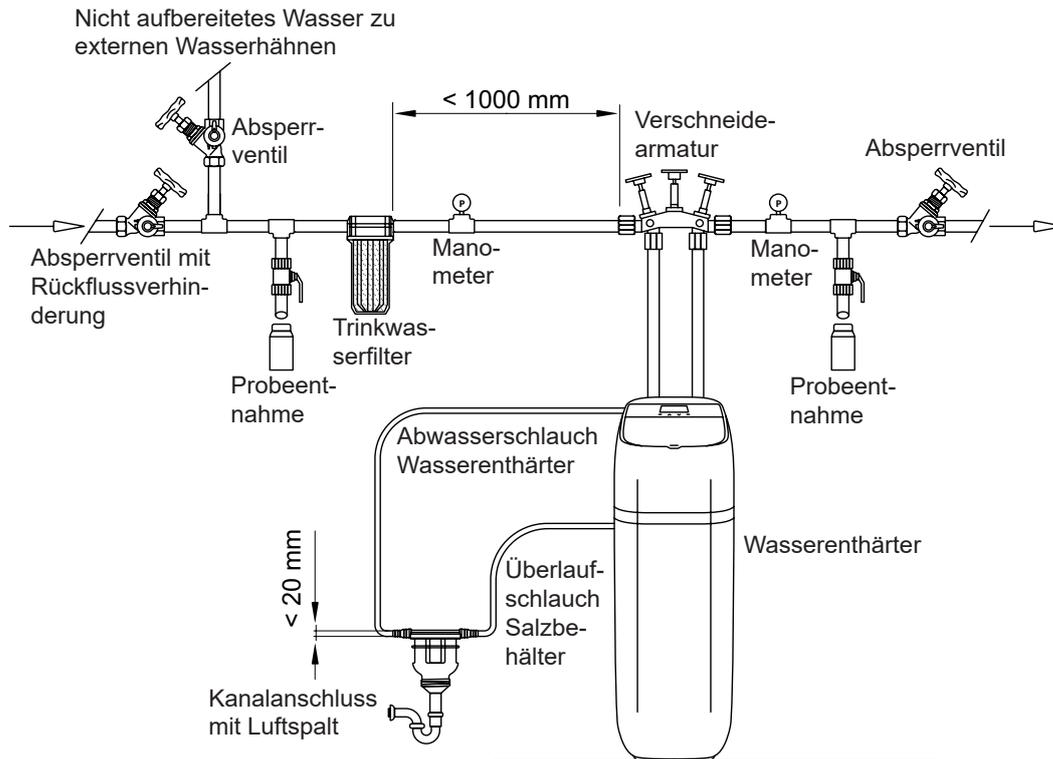

Abb. 3
- Installieren Sie den Wasserenthärter stets zwischen Wassereinlass und Warmwasserbereiter. Jegliche sonstigen Vorrichtungen für die Wasserenthärtung sollten zwischen Wassereinlass und Wasserenthärter installiert werden (siehe Abb. 3 auf Seite 10).